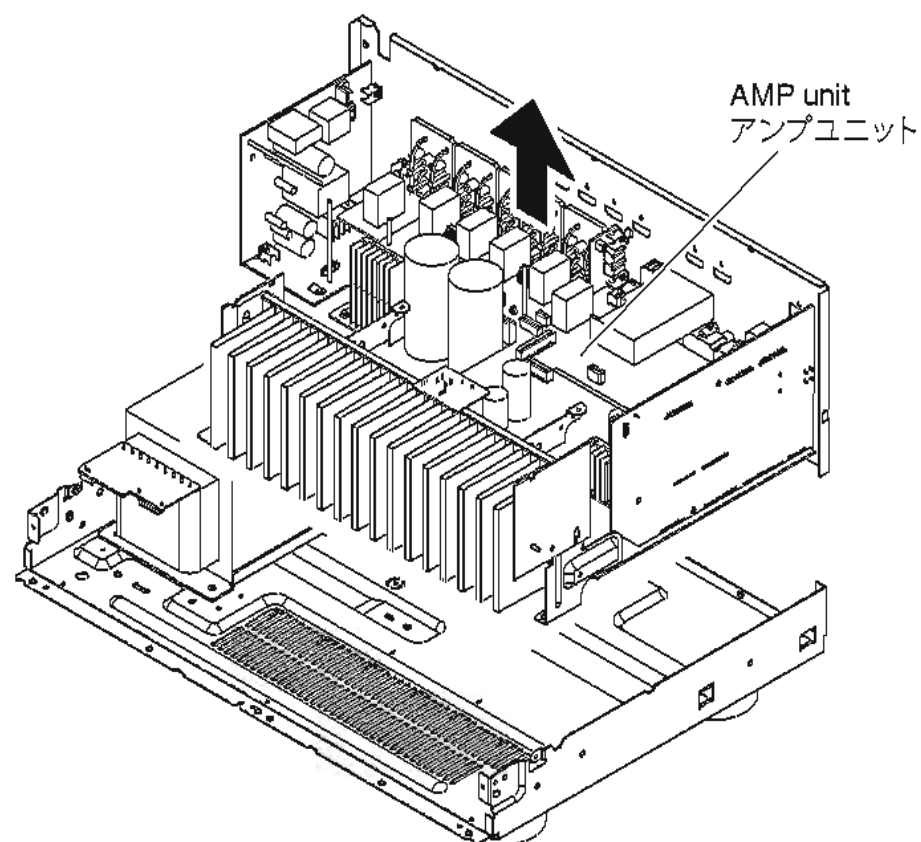

Fig. 4
- Remove the amp unit. (Fig. 4)
- アンプユニットを取り外します。(Fig. 4)